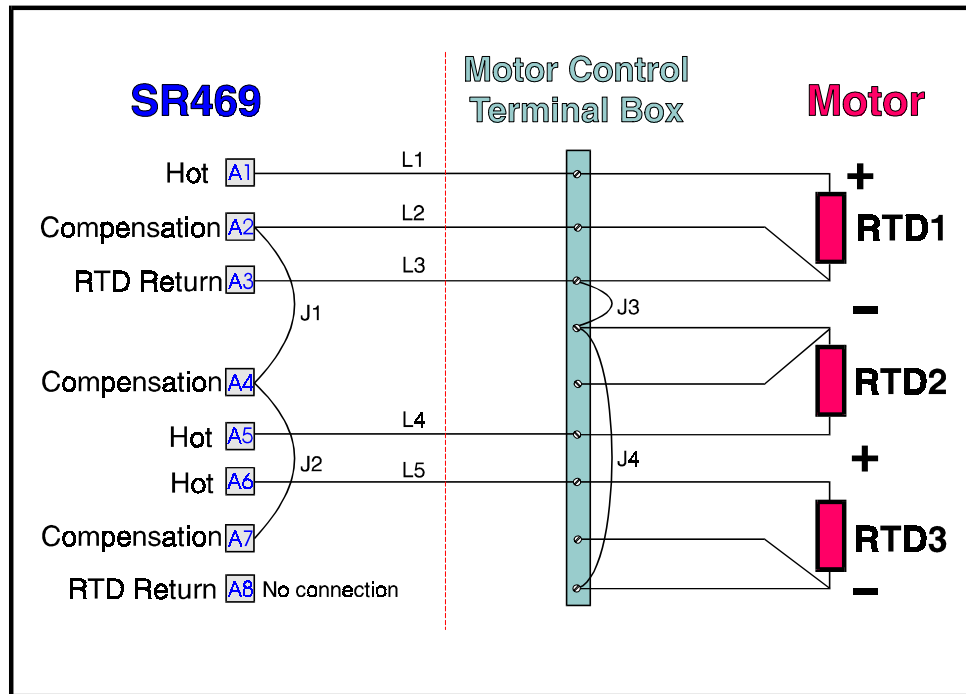

Figura 2-22 ALAMBRADO DE RTDs REDUCIDOS
**APLICACION PARA LA REDUCCION DEL NUMERO DE CONDUCTORES A LOS RTDS:** El SR469 requiere que tres conductores sean llevados para conectar los RTD: Caliente, Retorno y Compensación. Esto puede llegar a ser muy caro. Sin embargo, es posible reducir el numero de conductores requeridos a 3 para el primer RTD y 1 para cada RTD sucesivo. Referirse a la Figura 2-22 para configuración de alambrado para ésta aplicación.